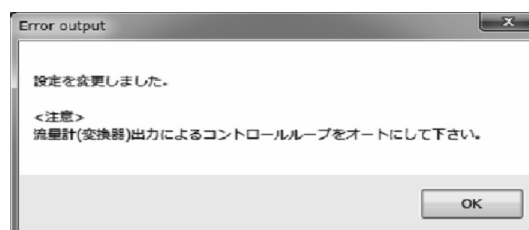

図53
- ⑥ 「OK」をクリックし、選択した設定値に変更されると、メッセージボックス(図53)が表示されますので、「OK」ボタンをクリックすれば設定は終了です。